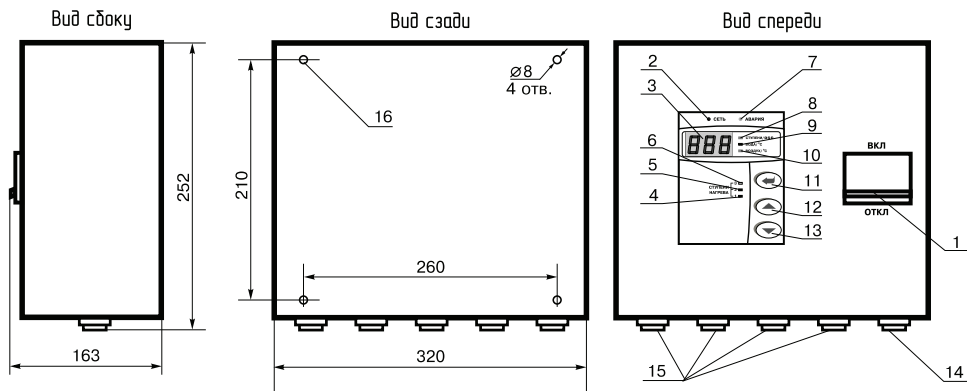

Рис.2 Габаритные размеры и расположение органов управления панели управления ПУ ЭВТ - ИЗ
- температура воздуха в помещении.Каждое нажатие сопровождается коротким звуковым сигналом. При этом светятся индикаторы (Рис.2, поз.4, 5, 6) соответственно, указывая на отображение текущей величины;
Внимание! При нагреве воды выше 95°C срабатывает аварийная защита по температуре, загорается индикатор «АВАРИЯ» (Рис.2, поз.2), отключается нагрев и цифровой индикатор показывает код неисправности (H-5). При остывании воды примерно на 20°C нагрев снова включается;